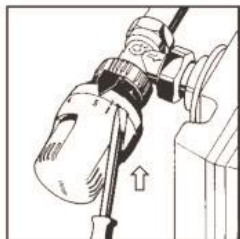

图 3
- 1、将控制器手柄旋转至全开位置（数字 5），将控制器下端的挡圈推向执行器底部，如（图 3）；
- 1、将控制器挡圈推向执行器底部,如（图 3）；
- 2、恒温控制器应水平放置见（图 3），高度离地约 1 米，以使室内空气能够畅通流经控制器，以便其正确感应室温；
- 4、安装时，将控制阀上端白色保护套拧下，露出阀盖的六角棱边，对准恒温控制器安装端口的内槽口，并使控制器标记指针朝上见（图 3），固定在这个位置旋紧连接螺母；